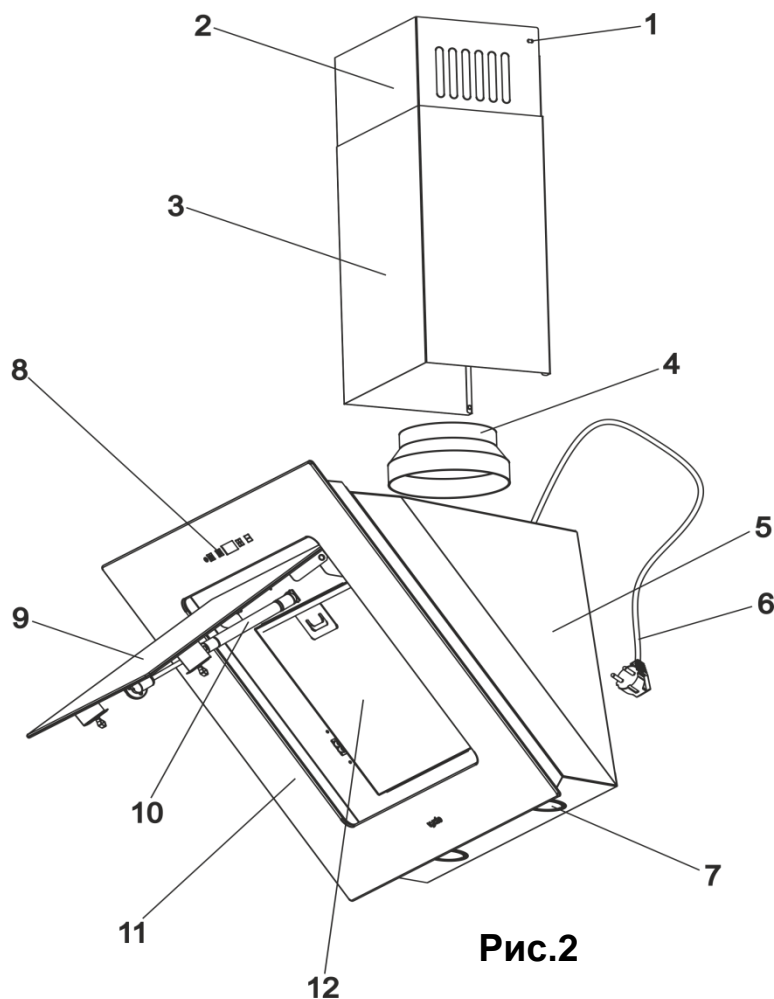

Рис.2
5.3 Витяжка складається з наступних складових частин (рис.2)